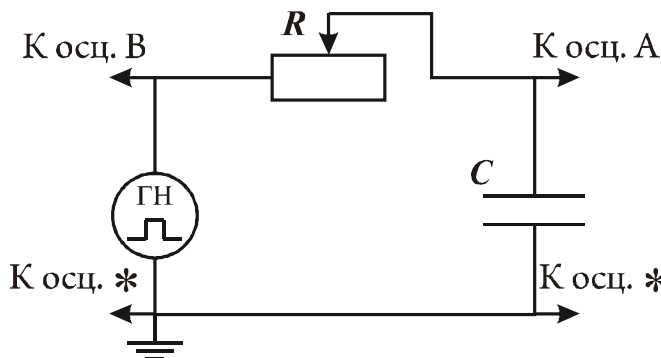

Рис. 3.
1. Соберите схему согласно рис. 3. Подключите **по указанию преподавателя** один из конденсаторов  $C_1$ ,  $C_2$  или  $C_3$  (номер выбранной емкости занесите в табл. 1). При подключении осциллографа соблюдайте полярность.